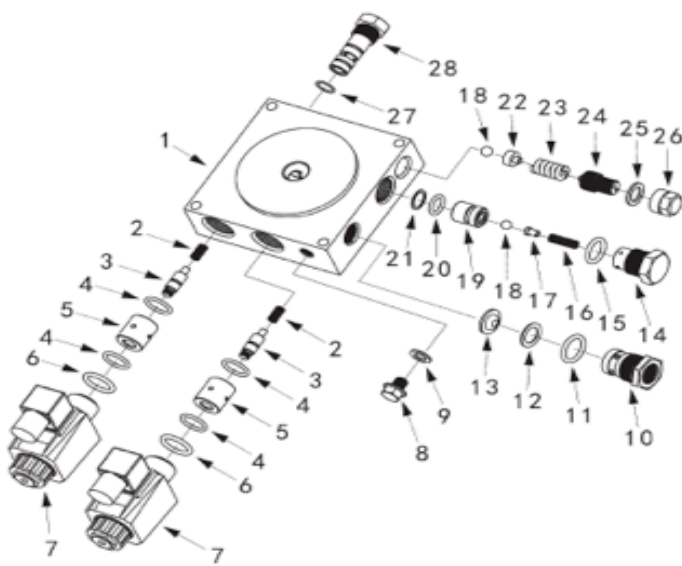

Fig 2
- 5.2 Aflojar (Fig. 2) #7, reemplace #3, #8 (lado exterior) o #3, #5 (lado interior), invierta otras partes.